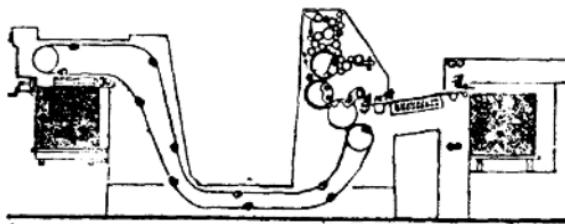

图 1-3 J2108 型机外形
2. 从单色向多色发展：图 1-3 是 J2108 型对开单色机，图 1-4 是 J2203 型双色机。